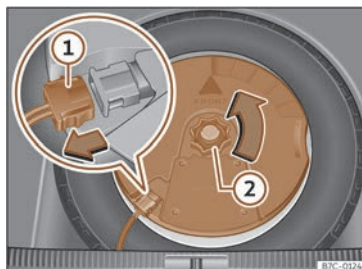

Fig. 225 Al maleters: desmuntar el subwoofer.
• Desconnecteu el cable de l'altaveu subwoofer >>> **fig. 225 ①**.
• Gireu la rodeta de fixació en sentit contrari a les agulles del rellotge >>> **fig. 225 ②**.